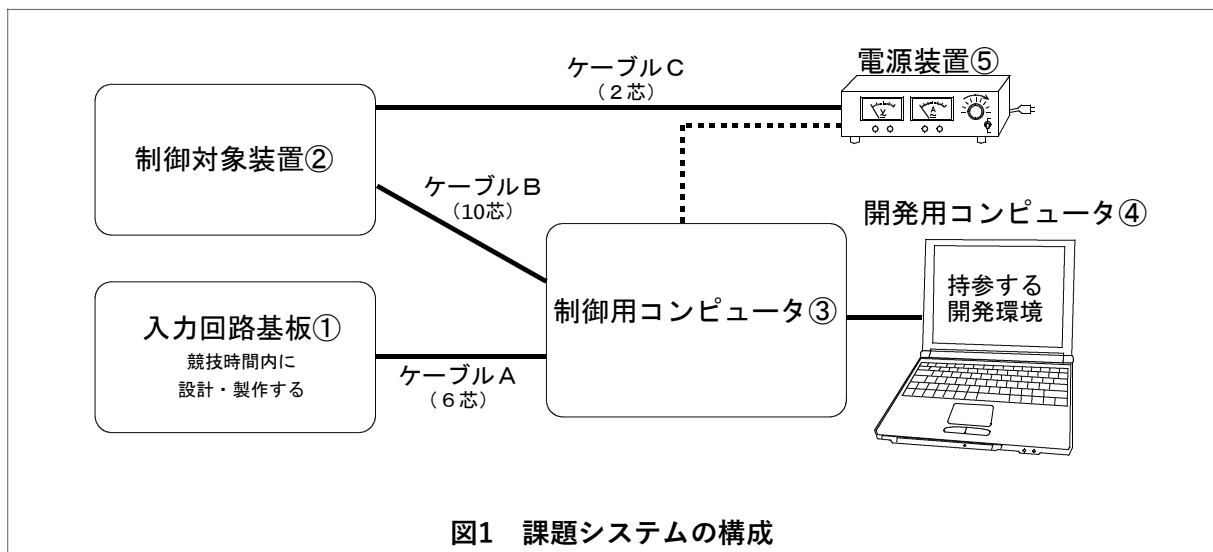

図1 課題システムの構成
競技者は、制御対象装置②と制御用コンピュータ③、開発用コンピュータ④、電源装置⑤を、図 1 のように構成する。課題として設計・製作する入力回路基板①を制御用コンピュータ③に接続し、課題システムのハードウェアを完成させる。さらに、課題となる制御プログラムを作成し、所定の動作をする課題システムを完成させる。
- (5) 制御対象装置②と制御用コンピュータ③は、ケーブル B で接続する。
- (6) 制御対象装置②への電源供給は、ケーブル C（図 1 の実線）を使ってもよいし、ケーブル C を制御用コンピュータ③に接続し（図 1 の点線）、ケーブル B を経由して供給してもよい。